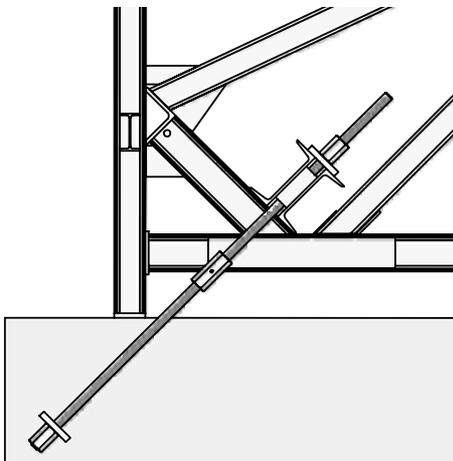

Fig. 13.3
- Ancrage avec la tige filetée DW 26,5 et la traverse d'ancrage 80 ou 245 (Fig.13.3).